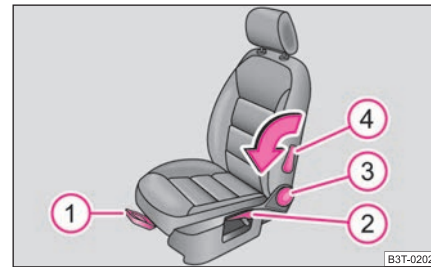

Abb. 62 Bedienelemente am Sitz
- Ziehen Sie den Hebel ① ⇒ Abb. 62 nach oben und schieben Sie dabei den Sitz in die gewünschte Position.
- Lassen Sie den Hebel ① los und verschieben Sie den Sitz soweit, bis die Verriegelung hörbar einrastet. ▶
- Entlasten Sie die Rückenlehne (lehnen Sie sich nicht an) und drehen Sie das Handrad **(3)** ⇒ Seite 72, Abb. 62, um die gewünschte Lehnenneigung einzustellen.